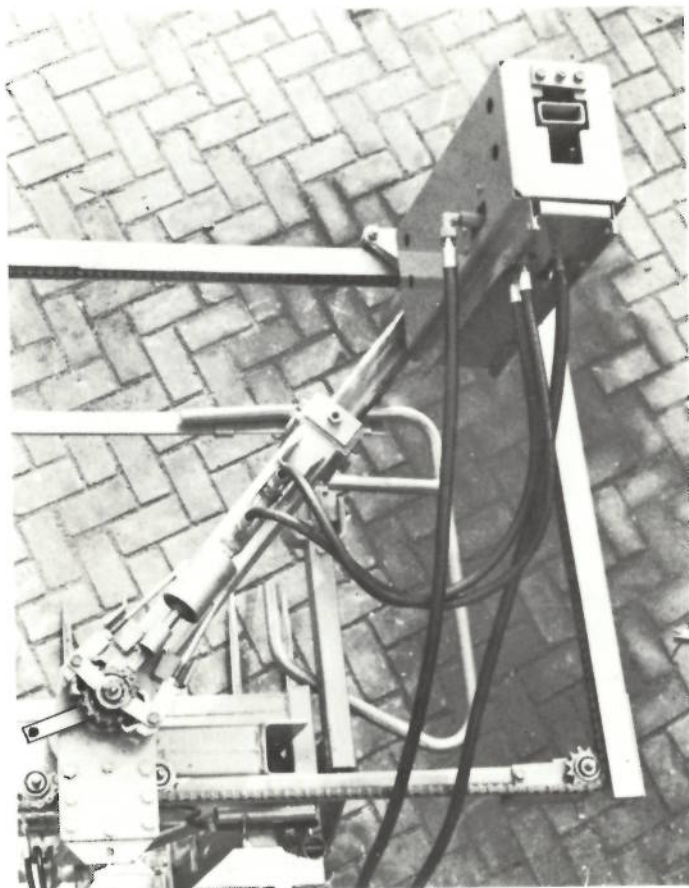

Abb. 13. Position des Antriebskastens für Höheneinstellung der Säge
- Versetzen Sie den Antriebskasten in die Position wie angegeben in der Abb. 13.